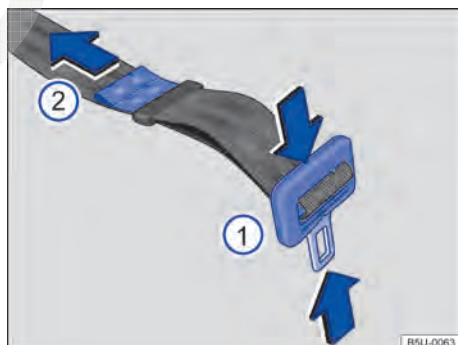

Fig. 13 Ajustar o cadarço do cinto de segurança subabdominal.
- Pressionar a lingueta na direção das setas → Fig. 13  e alongar totalmente o cinto de segurança.
- Apertar a lingueta contra o fecho do cinto de segurança e puxar a extremidade → Fig. 13  no sentido da seta, até atingir uma folga máxima de 5 cm (3 dedos) na região pélvica.